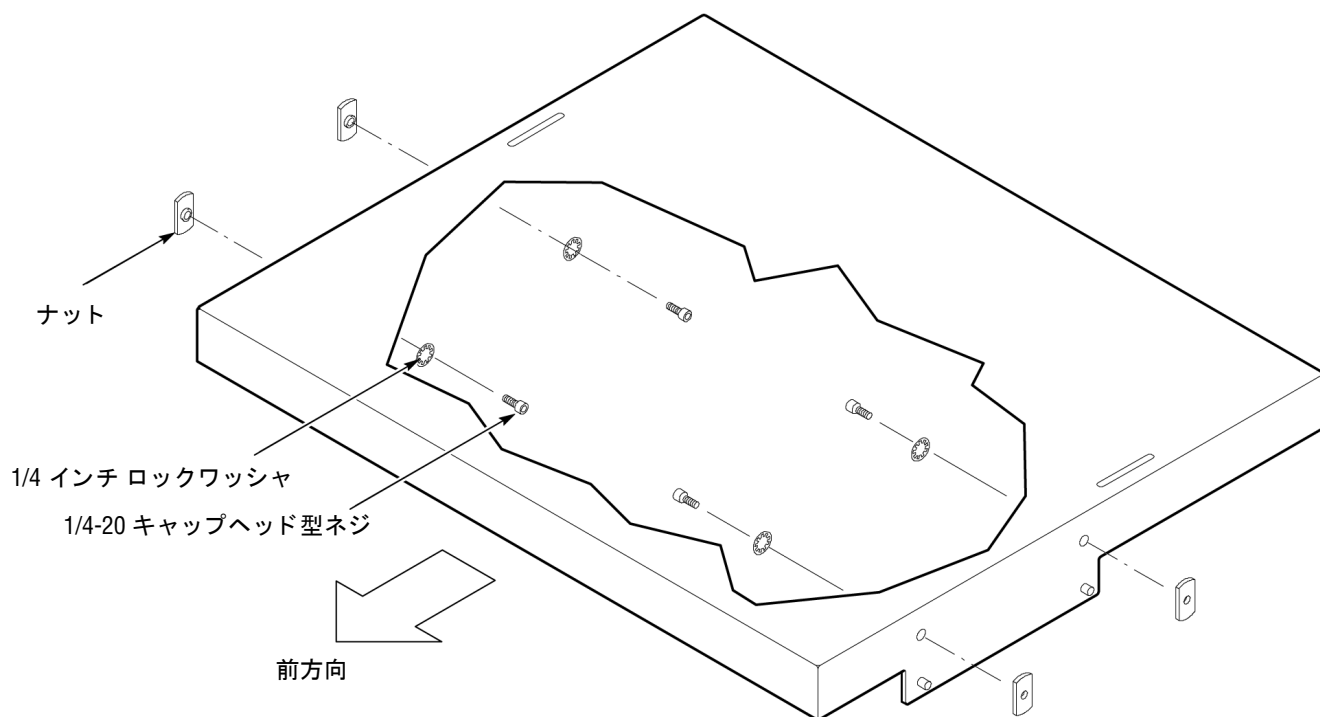

図 10: ハーフサイズ棚板の準備
1. 図 10 に示すように、ハーフサイズの棚板を準備し、棚板の両側面の 4 つの穴に、ネジ、ロックワッシャ、ナットを図に示すように取り付けます。取り付けネジは固く締めずにゆるめにしておきます。ナットを 1 回転以上締めないでください。